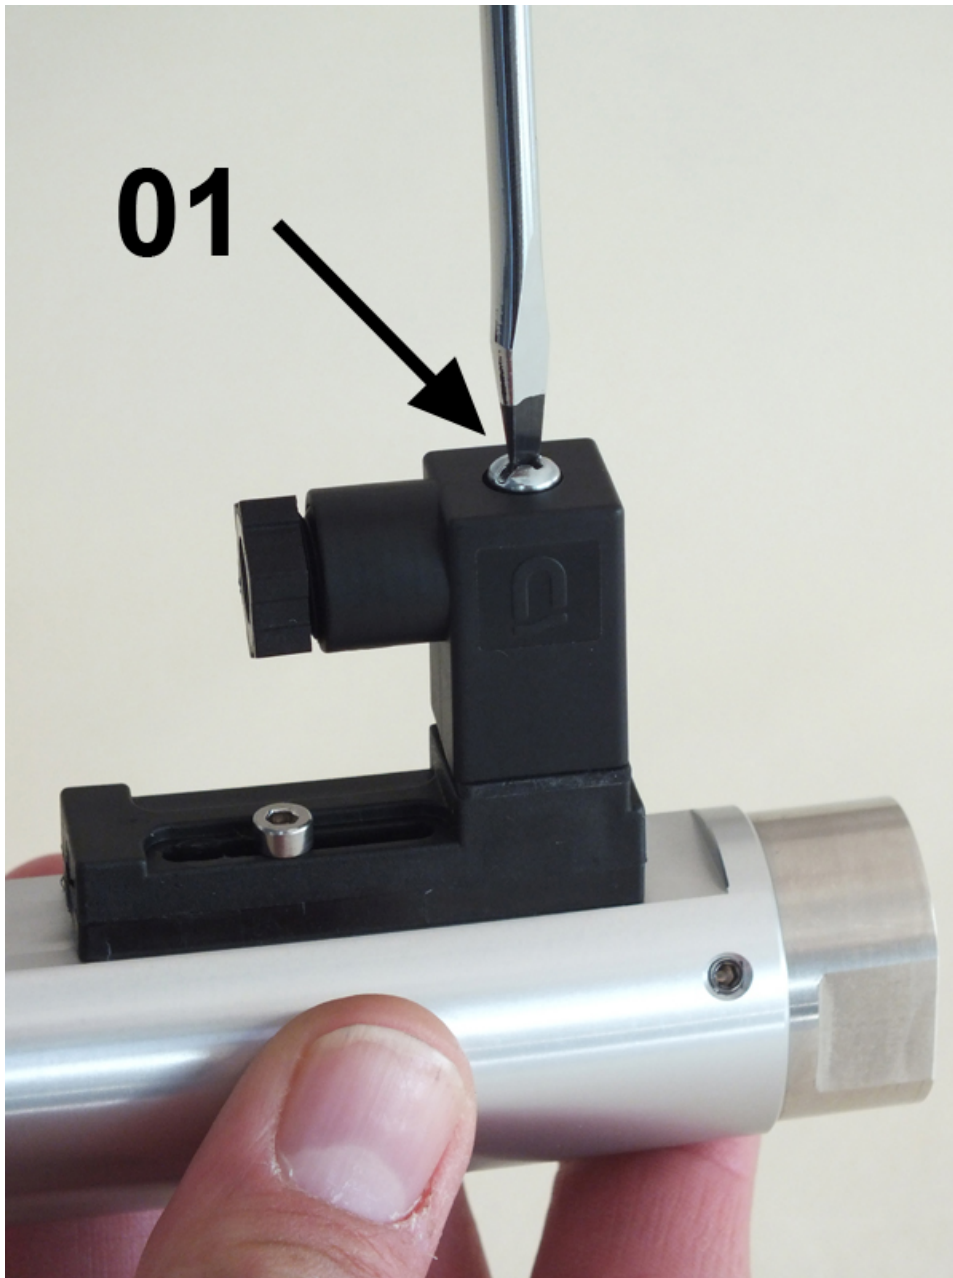

Abb. 21: Steckerdose lösen
- 1.** ➤ Befestigungsschraube (Abb. 21/01) von der Steckerdose lösen
- 9.** ➤ Steckerdose auf Gerätestecker stecken und Befestigungsschraube (Abb. 21/01) anziehen